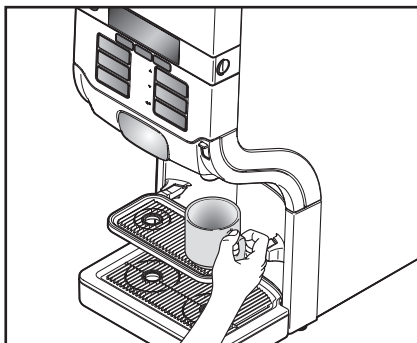

Fig. 10
- Stil koppen på bakken (fig. 10).
1. Stil koppen på bakken (fig. 10).